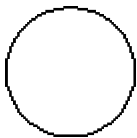

图 15-68 绘制圆
(1) 单击“默认”选项卡“绘图”面板中的“圆”按钮, 在适当的位置绘制一个半径为 2.5 的圆，如图 15-68 所示。